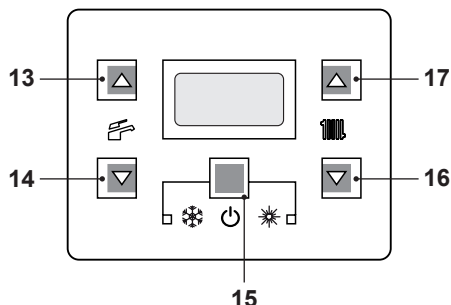
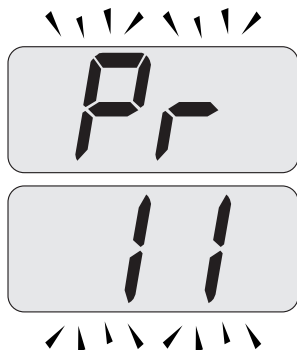
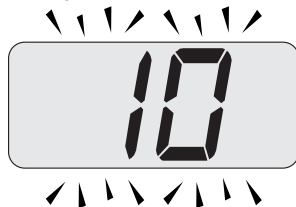

Figura 5.51
Figura 5.53
Figura 5.54
- Entrare in "modalità programmazione" premendo contemporaneamente per 10 secondi i tasti 15 - 16 - 17 (Figura 5.51) fino a far apparire sul display LCD le lettere **Pr** che si alternano con il codice **01**, indicanti l'entrata
- Scorrere i vari parametri utilizzando i tasti 16 o 17 fino a far apparire sul display LCD le lettere **Pr** che si alternano con il codice **11**, indicanti l'entrata nel "parametro 11" (Figura 5.53).
- Premere contemporaneamente i tasti 15 e 17 (Figura 5.51) fino a far apparire sul display LCD il valore del parametro 11 (10=60 secondi) (Figura 5.54).
- Premendo il tasto 15 (Figura 5.51) si ottiene la conferma del valore inserito.
- Premendo contemporaneamente i tasti 15 e 16 (Figura 5.51) si esce senza modificare il valore (ritorno alla lista parametri Figura 5.53)
- Premendo contemporaneamente per 10 secondi i tasti 15 - 16 - 17 (Figura 5.51) si esce dalla "modalità programmazione".